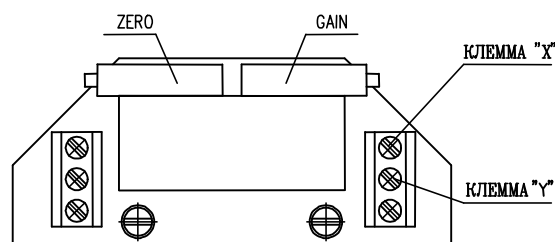

Рис.6
##### 4.4.2 EPV - подключение 3-х внешних кабелей (рис.6, 6а)
- Установите омический датчик на основании инструкций в предыдущей главе так, что омическую величину измеряйте на клеммах X-Y или 0%-100% (рис.6,6а). Употреблен датчик с омической величиной 2000Ω или 100Ω.
Рис.6а